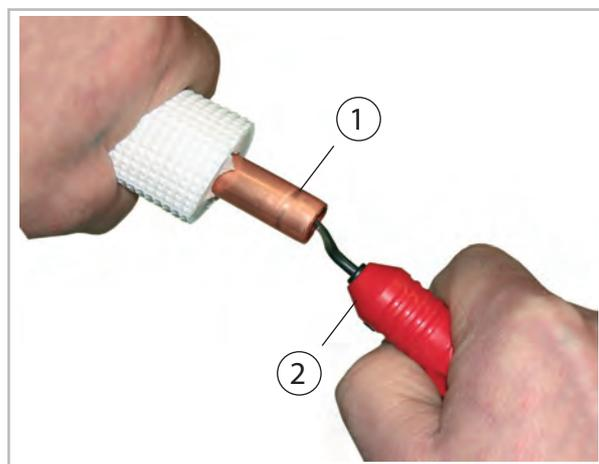
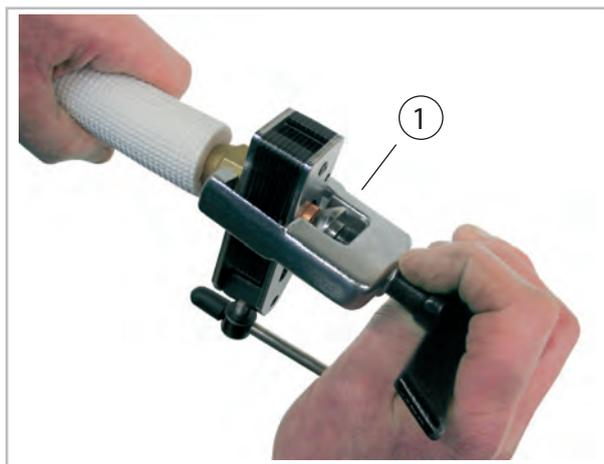

Fig. 32: Ébavurage de la conduite de frigorigène
Fig. 33: Sertissage de la conduite de frigorigène
8. ➤ Traitez les conduites de frigorigène posées comme indiqué ci-après (Voir la Fig. 32 et Voir la Fig. 33).